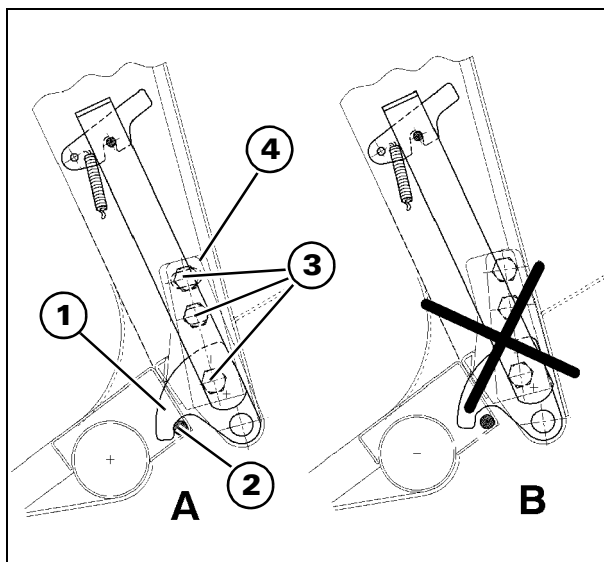
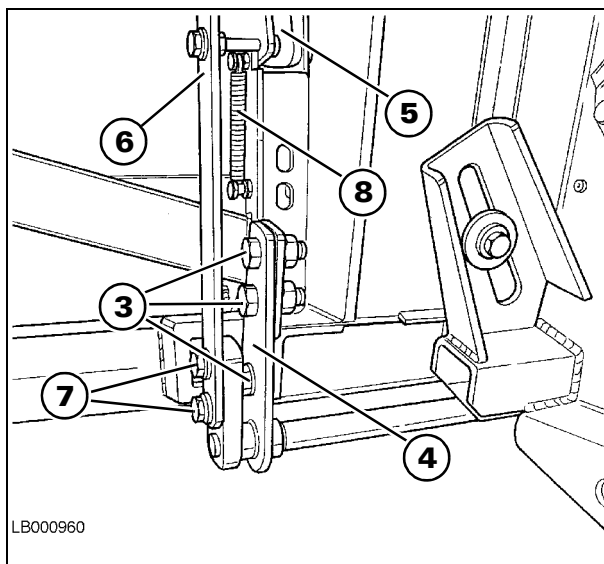

Рис. 9
Рис. 10
Стандартные модели для работы на ровной местности - Рис. 9 и Рис. 10
Если крюк (1) не установлен в нужное положение на стержне (2), как показано на Рис. 9 А, выполнить следующее:
- Отпустить три винта (3); два верхних винта имеют шлицевое отверстие, а нижний винт с круглым отверстием является опорой (4) для поворотной оси.
- Повернуть опору (4) в нужном направлении, чтобы крюк (1) полностью охватывал стержень (2), как показано на Рис. 9 А.